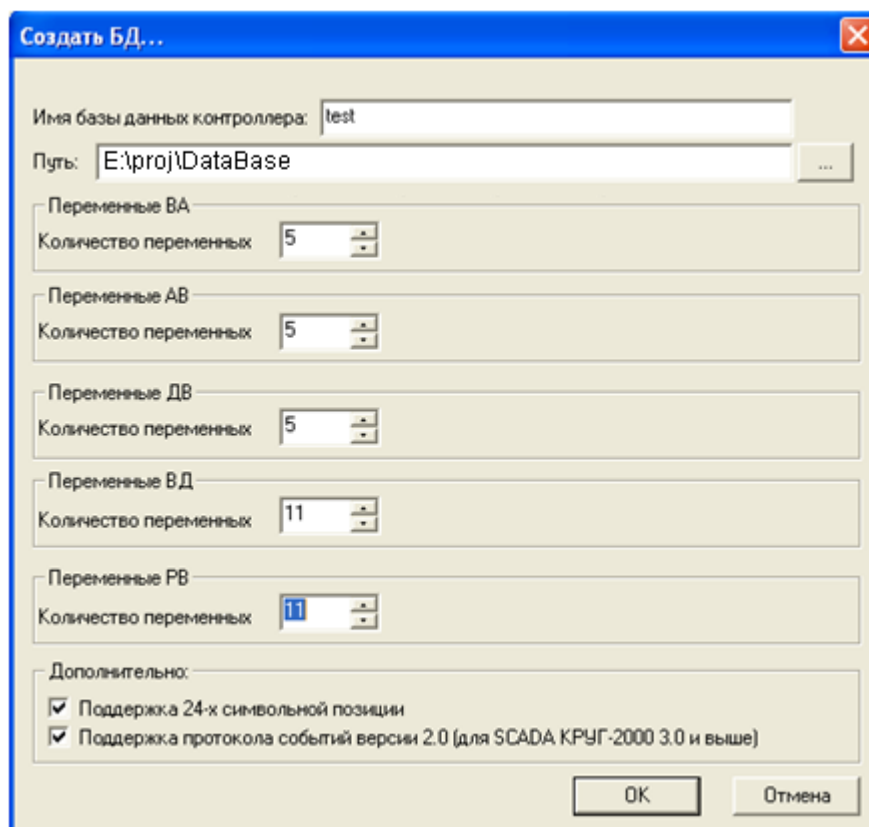

Рисунок 2.7 – Окно «Создать БД...»
- 2 В окне «Создать БД...» (рисунок 2.7) задать следующие параметры БД: